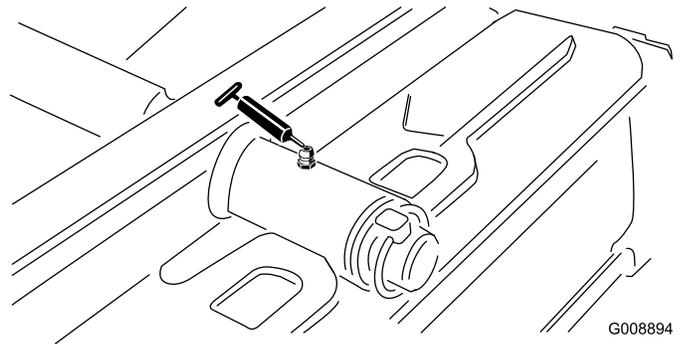

Figura 28
- Perno dell'apparato di taglio posteriore (Figura 28)